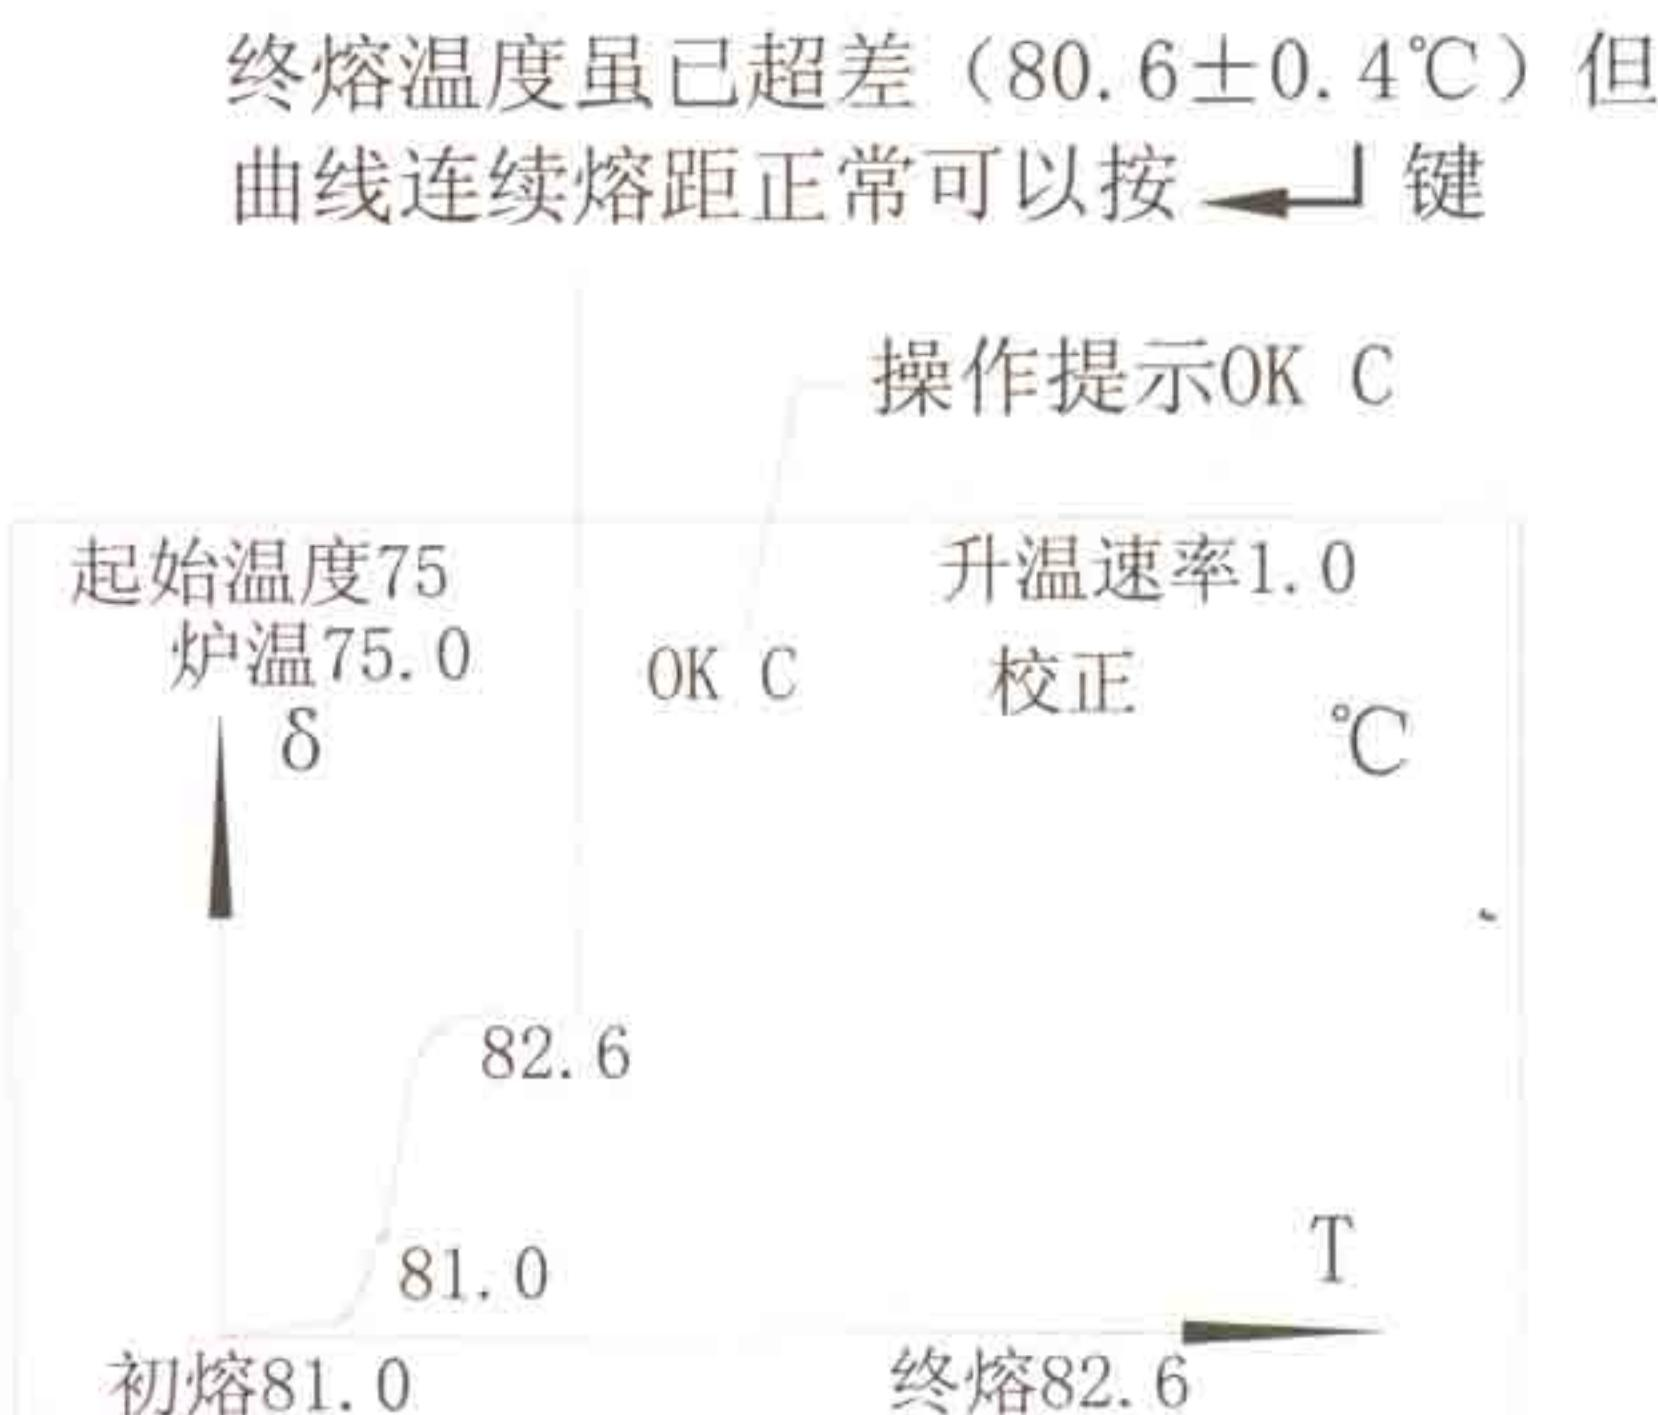

图 14
- ③ 对于WRS-2，若曲线比较连续、熔距正常即可认为本次测量有效而选择OK，按“”键；（见图14）